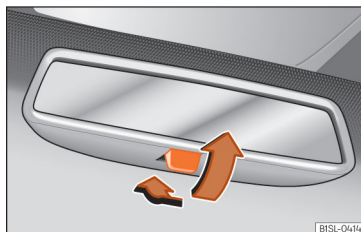

Abb. 117 Manuell abblendbarer Innenspiegel.
- Zum Abblenden des Rückspiegels, Hebel nach hinten ziehen » Abb. 117.